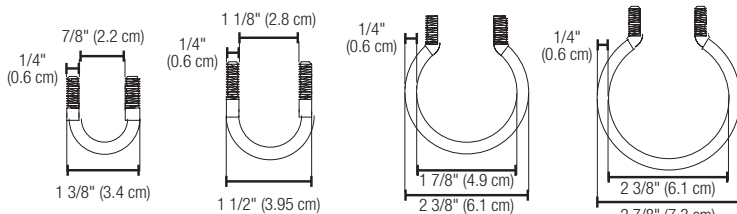
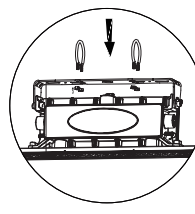

Figure 8
Figure 9
1. Can be equipped with 4 sizes of round tube light poles, the sizes are as following: ø21 mm, ø27 mm, ø48 mm, ø60 mm (Figure 8).
2. Select the appropriate bolts (Figure 8), assemble the bolts to the fixture, and install the nuts (Figure 9).
1. Peut être équipé de 4 tailles de poteaux d'éclairage à tube rond, les tailles étant les suivantes : ø21 mm, ø27 mm, ø48 mm, ø60 mm (figure 8).
2. Sélectionner les boulons appropriés (Figure 8), assembler les boulons à la fixation et installer les écrous (Figure 9).